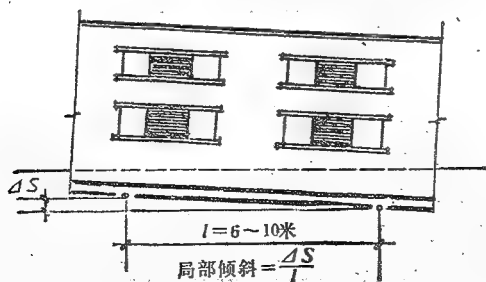

图5 墙身局部倾斜
(4) 局部倾斜——是指砖石承重结构沿纵墙6~10米内基础两点的沉降差与其距离的比值(图5)。